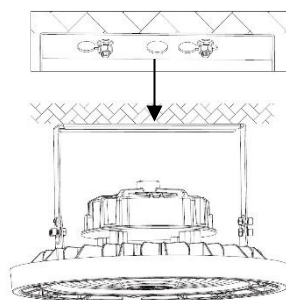

Figure 4
- 10: Fixez le support de surface aux ancrages et serrez les écrous. (Figure 4 & 5)